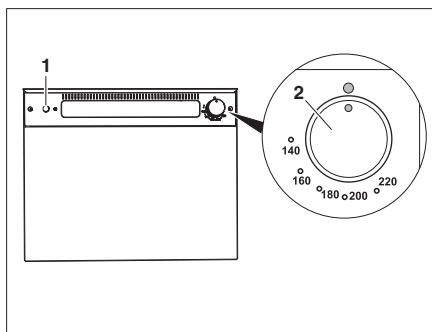

Bild 345 Gasugn (Thetford)
- Tryck lätt på vridregulatorn (Bild 345,2) och vrid den åt vänster till valfritt läge.
- Tryck på tändaren (Bild 345,1) tills lågan tänds.
- Vrid vridregulatorn (Bild 345,2) till "O". Flammen slocknar.